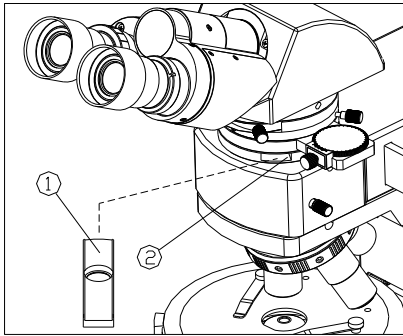

图 31
补偿器①是以 $45^\circ$ 方向插入中间镜筒的方槽②内，文字符号朝上， $\lambda$ 、 $\lambda/4$ 及防尘板插入时，应插到底，石英楔子可根据需要插入。（如图31）